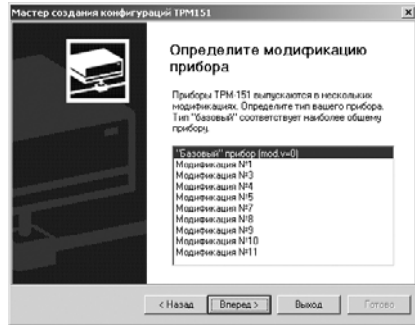

Рис. 20
**Если модификацию считать не удается,** появится соответствующее сообщение. Нажмите [OK] – откроется окно с приглашением выбрать модификацию прибора из списка (рис. 20).